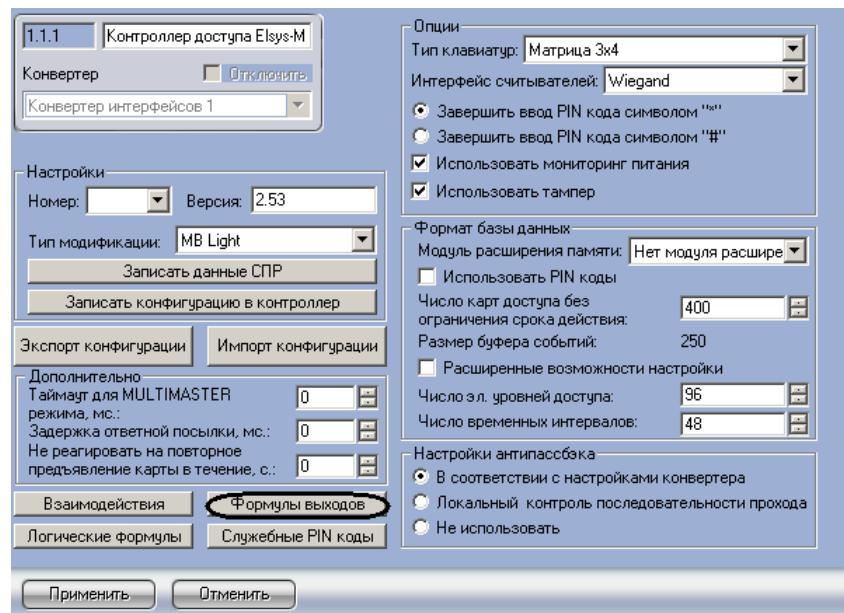

Рис. 3.3-18 Задание формул выходов
1. Нажать кнопку **Формулы выходов** на панели настроек объекта Контроллер доступа Elsys-MB (Рис. 3.3-18).